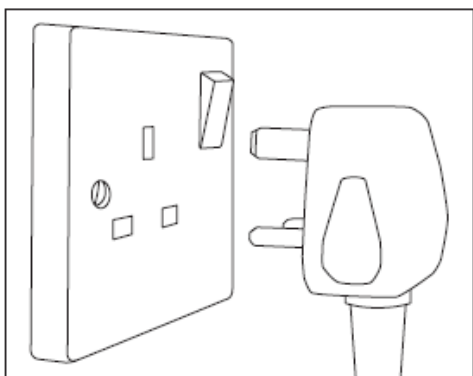

Abb. 1
(Siehe Abb. 1)
- Der Schukostecker muss direkt an eine ordnungsgemäß installierte und geerdete Steckbuchse angeschlossen werden, wie in Abb. 1 abgebildet.